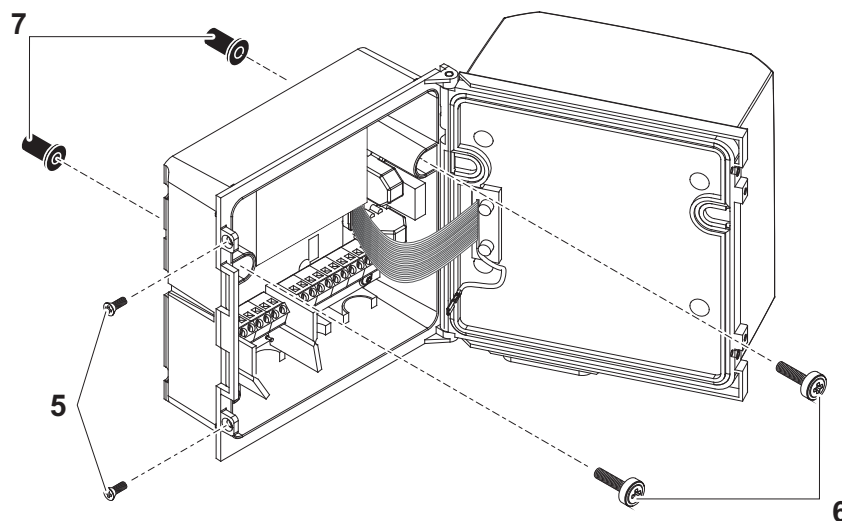

figure 3-6 Montage du toit de protection : Pré-montage des écrous borgnes ISO
- 2 Retirer les deux vis à tête fraisée (pos. 5 figure 3-6) et ouvrir le couvercle.
- 3 Introduire les vis cylindriques (pos. 6 sur figure 3-6) avec rondelles en plastique dans les alésages de montage et visser les écrous borgnes ISO (pos. 7) sans serrer.
- 4 Poser le transmetteur universel sur le toit de protection et le visser avec les deux vis (pos. 6 figure 3-6).
- 5 Fermer le couvercle et le fixer avec les deux vis à tête fraisée (pos. 5 figure 3-6).